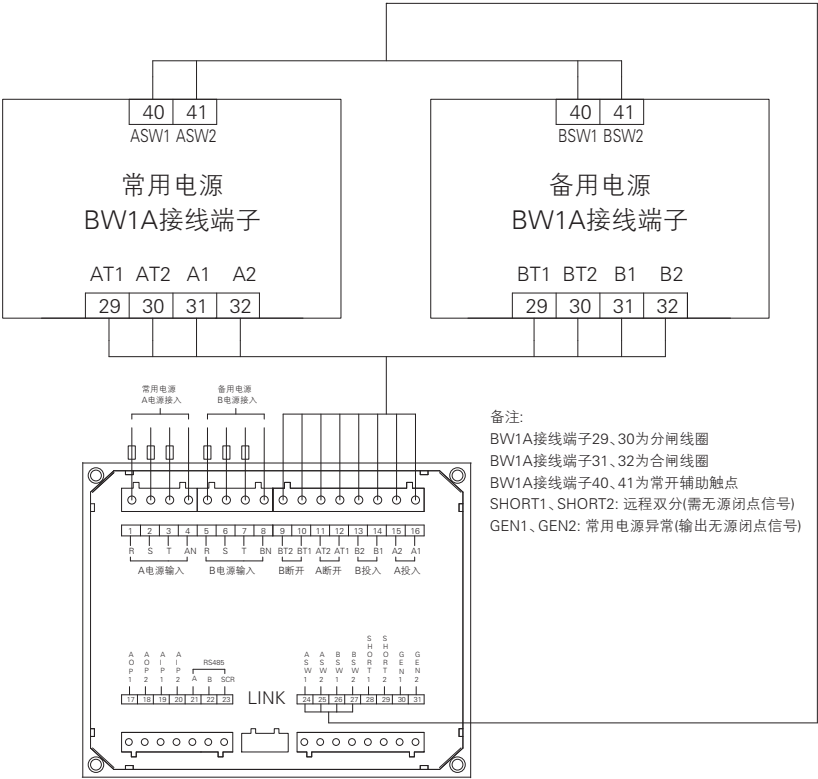

图 35
两台 BW1A 断路器加装机械联锁及加装 BQ3 系列 H 型控制器可组成自动转换开关（接线见图 35）。
2. 双电源自动转换系统除按右图 35 接线外，断路器本体仍需接线。具体接线见“BW1A 系列接线图”。因分励、闭合已接线，故本体建议接控制器，电动机，及断路器状态指示触点。